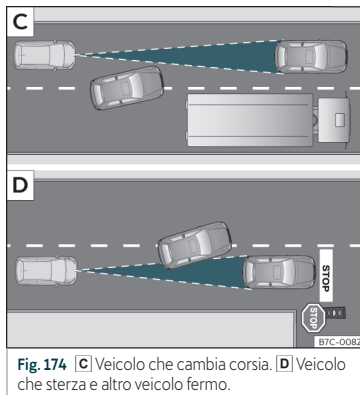

Fig. 174 [C] Veicolo che cambia corsia. [D] Veicolo che sterza e altro veicolo fermo.
- Veicoli che cambiano corsia sulla quale state circolando a breve distanza dal vostro veicolo » **fig. 174** [C].
l'ACC potrebbe non reagire a veicoli fermi. Se, ad esempio, un veicolo rilevato dall'ACC effettua una svolta o si sposta e di fronte ad esso si trova un veicolo fermo, l'ACC non reagirà a tale veicolo »» **fig. 174** .